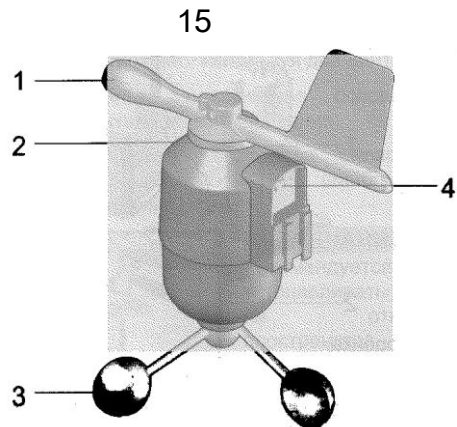

Рисунок 5 Датчик ветра
Датчик ветра (см. рисунок 5). Состоит из флюгера (1), пластикового корпуса(2), анемометра (3), и гнезда подключения солнечной батареи (4).